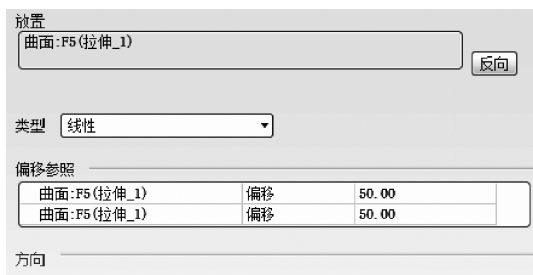
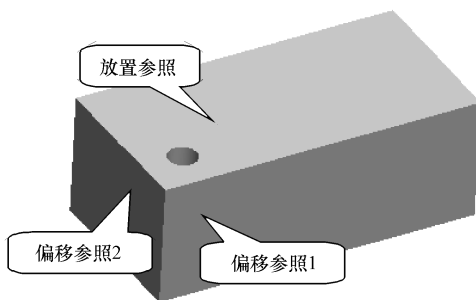
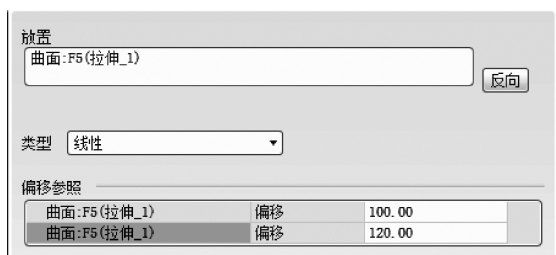
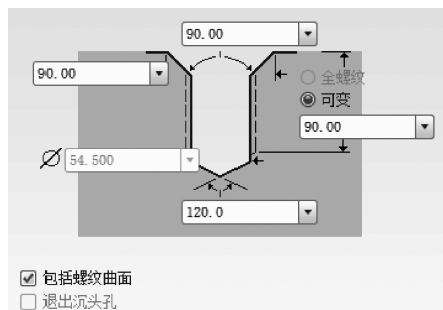

图 7-14 放置第 1 个孔
图 7-15 完成第 1 个孔特征
图 7-16 放置第 2 个孔
图 7-17 设置第 2 个孔形状
(5) 在图形区选择长方体前表面, 在【偏移参照】收集器列表中的【偏移尺寸】文本框中将尺寸值修改为“50”, 按住〈Ctrl〉键选择长方体左表面, 用同样的方法将尺寸值修改为“50”。参照如图 7-13 所示, 此时【放置】下滑面板如图 7-14 所示。
(6) 在对话框的【孔直径】组合框中直径值修改为“30”, 选择【拉伸深度】类型为【穿透】方式.
(7) 拖动鼠标中键从各个方向预览模型, 符合设计要求后, 单击控制区的【应用】按钮, 完成第 1 个孔特征, 如图 7-15 所示。
(8) 单击【工程特征】工具栏中的【孔】按钮, 弹出【孔】操控板。
(9) 在图形区选择长方体上底面作为钻孔面。
(10) 在操控板中单击【放置】按钮, 弹出【放置】下滑面板, 单击【偏移参照】收集器, 使其处于淡绿色激活状态。
(11) 在图形区选择长方体前表面, 在【偏移参照】收集器列表的【偏移尺寸】文本框中将尺寸值修改为“100”, 按住〈Ctrl〉键选择长方体左表面, 用同样的方法将尺寸值修改为“120”。参照如图 7-15 所示, 此时【放置】下滑面板如图 7-16 所示。
(12) 在对话框中单击【标准孔】按钮, 使其处于按下状态, 在【标准类型】下拉列表框中单击“ISO”。
(13) 在对话框的【标准螺纹】下拉列表框中选择“M60X5.5”。
(14) 在【拉伸深度类型】列表中选择【拉伸深度】类型为, 在操控板【孔深度】组合框中设置孔深度为“120”。
(15) 单击【添加沉头孔】按钮, 使其处于按下状态, 设置添加沉头孔。
(16) 单击操控板中的【形状】按钮, 弹出【形状】下滑面板, 设置各参数, 如图 7-17 所示。
(17) 拖动鼠标中键在各个方向预览模型, 符合设计要求后, 单击控制区的【应用】按钮, 完成第 2 个孔特征。
(18) 单击【工程特征】工具栏中的【孔】按钮, 弹出【孔】操控板。
(19) 在操控板单击【放置】按钮, 弹出【放置】下滑面板, 此时【放置】参照收集器处于淡绿色激活状态, 在图形区选择长方体上底面作为钻孔面。
(20) 在【放置】下滑面板中, 单击偏移参照收集器, 使其处于淡绿色激活状态。